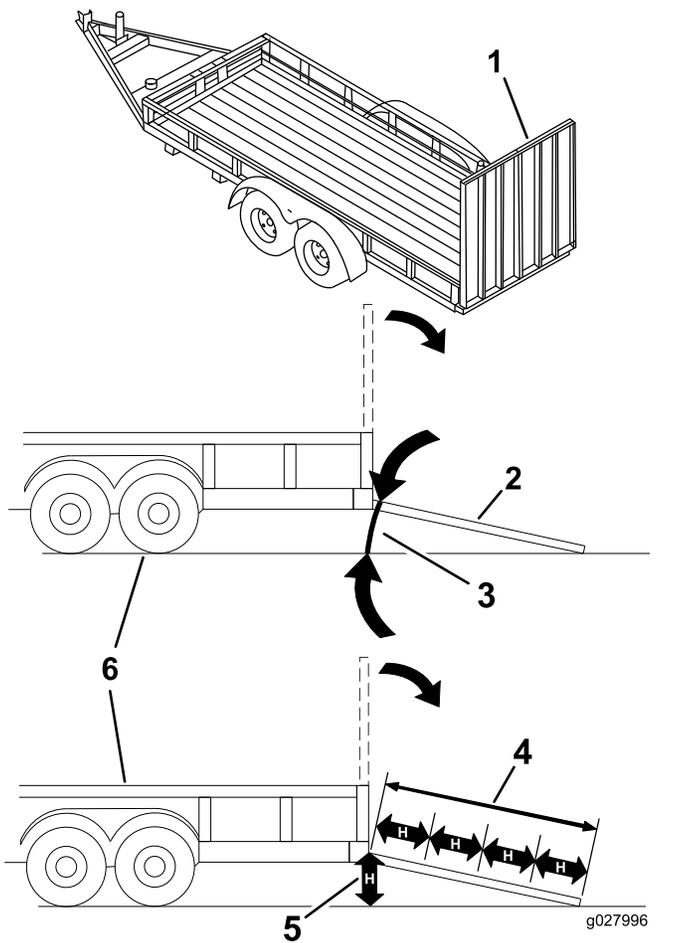

Figure 30
Le chargement de la machine sur une remorque ou un camion augmente le risque de basculement et donc de blessures graves ou mortelles (Figure 30).
1. Abaissez la rampe pour que l'angle avec le sol ne dépasse pas 15 degrés (Figure 30).